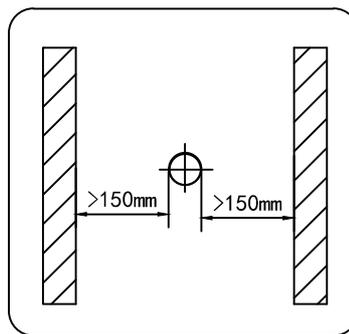

图14
■ 排烟管出口必须设置在室外。热水器使用时,排气管出口可能有冷凝水滴落,安装时应注意不要影响他人。排气管出口距周围物体的间距(如图14、15)所示。